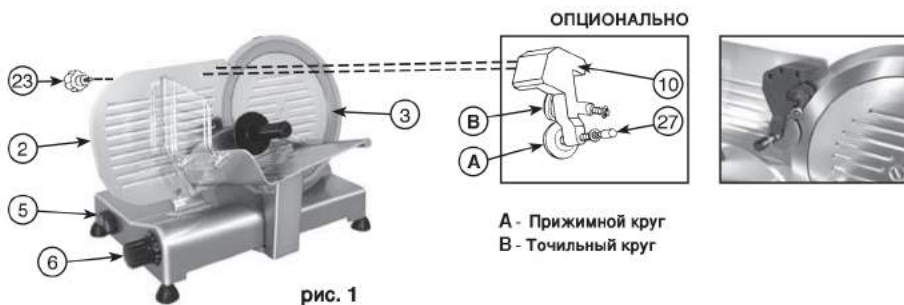

рис. 1
- Установить подвижную часть (2) на максимальном расстоянии от лезвия (3) вращая ручку со шкалой (6).
- Установить точильное устройство (10) на подвижную стенку (2), как показано на рис. 1, блокируя его с помощью круглой ручки (23).
- Нажать на кнопку пуска двигателя (5), чтобы включить автоматическую заточку; при необходимости поворачивать ручку со шкалой (6) до тех пор, пока точильный круг не начнет вращаться вместе с лезвием.
- Заточивать лезвие автоматически около минуты, затем нажать на кнопку прижатия прижимного круга (27) на две-три секунды; выключить двигатель, одновременно отпуская кнопку.
- После заточки снять затачивающее устройство (10) с подвижной части (2) и вставить его на место.